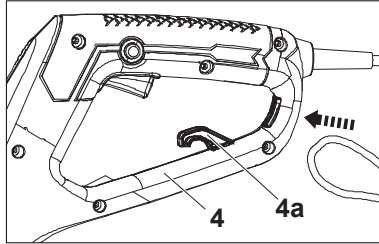

Fig. 4
1. Dobre o cabo de extensão para trás, cerca de 30 cm a partir da extremidade, e introduza esse laço pelo orifício da proteção (4). Passe-o sobre o retentor de cabo (4a) e puxe o cabo com cuidado para garantir que está bem seguro (Fig. 4, 5).